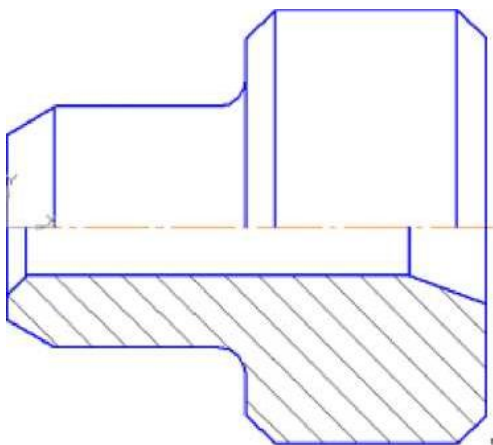

Рисунок 2.
8. Выполните штриховку с параметрами: шаг 5 мм, угол наклона  $45^\circ$ . Для выполнения вертикальных линий сделайте активной команду **Отрезок**  на панели **Геометрия**. Проведите вертикальные прямые до осевой линии (глобальная привязка **Пересечение** должна быть включена), рисунок 2.